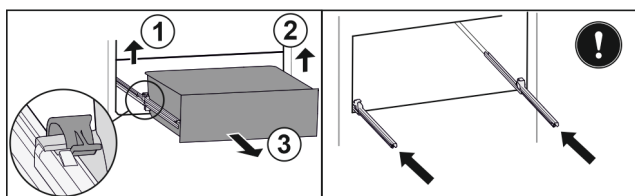

Fig. 119
- ▶ Повдигнете лявата скоба и едновременно с това изтегнете напред чекмеджето отляво. Fig. 119 (1)
- ▶ Повдигнете дясната скоба и едновременно с това изтегнете напред чекмеджето отдясно. Fig. 119 (2)
- ▶ Извадете чекмеджето напред. Fig. 119 (3)